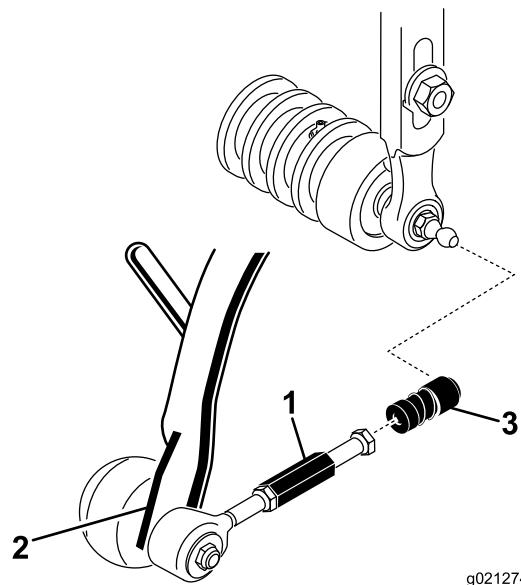

図 10
3. ボールジョイントのレシーバのスリーブを後ろにずらし、レシーバをカッティングユニットのボールスタッドに嵌め合わせる（図 10）。